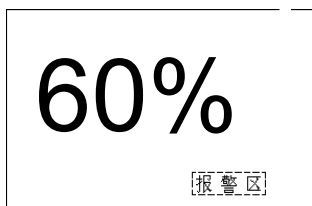

图 10.1 阀门开度显示
执行机构上电初始化后，整个液晶显示画面以大字体显示阀门开度的百分数（图 10.1），右下角为报警显示区。在阀位极限时，阀门开度以蝶阀模拟图形式显示（图 10.2）。
**注意 1：**在进行菜单操作时，如果用户在 1 分钟内没有按键操作，显示将自动返回到正常操作状态画面（图 10.1 或图 10.2）。此外，在进行各菜单操作后，应使用  键直到退出设定画面，回到正常操作状态画面，方可在电机转动时看到正常操作状态的阀位开度百分数。